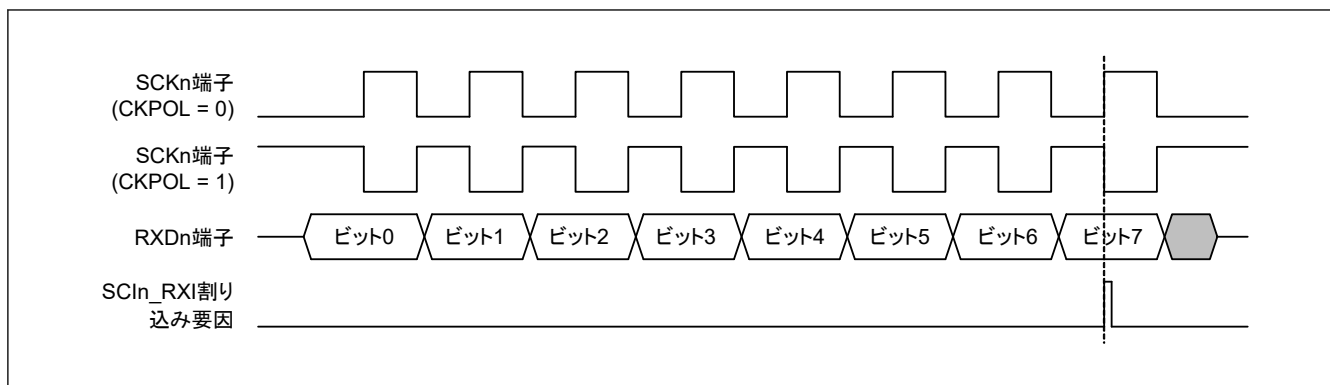

図 24.78 簡易 SPI モードにおける SCIIn_RXI 割り込みの発生タイミング (クロック遅れあり)
- クロック遅れあり (SPMR.CKPH ビット = 1) では、図 24.78 に示すように、SCK_n 端子の最終クロックエッジ手前のクロックエッジで受信データフル割り込み (SCI_{IN_RXI}) が発生します。SCR レジスタの TE ビットと RE ビットを SCK_n 端子の最終クロックエッジより前に 0 にすると、SCK_n 端子出力がハイインピーダンスとなり、送受信クロックの最後のクロックパルス幅が短くなります。また、SCI_{IN_RXI} 割り込みの発生によって、SCK_n 端子の最終クロックエッジより前に接続先スレーブの SS_n 端子入力信号が High になった場合、スレーブが誤動作する可能性があります。